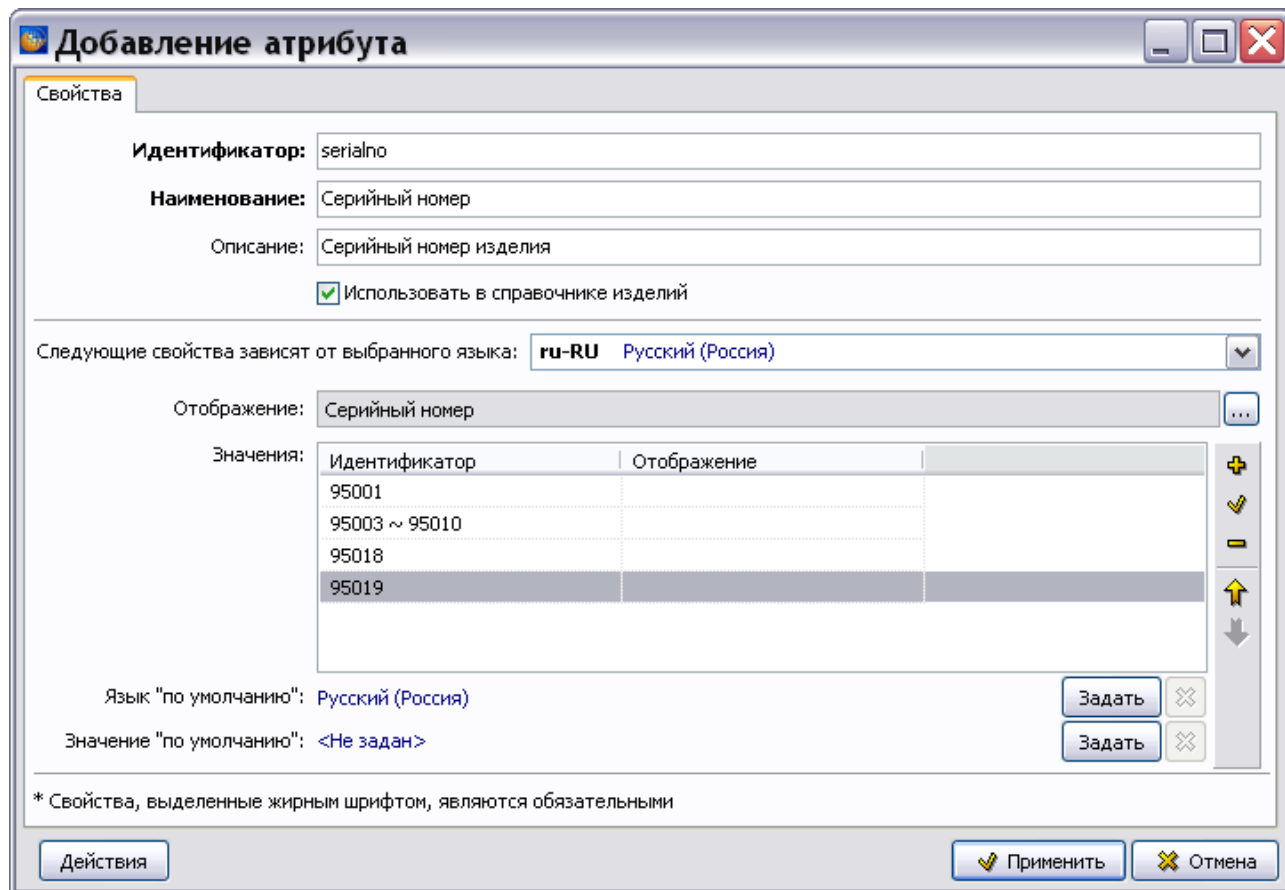

Рис. 22.8
8. Для ввода **одиночного значения** в поле **Идентификатор (начало)** введите значение атрибута, например «95001». При необходимости можно задать отображение значения атрибута на разных языках. При нажатии на кнопку  произойдет возврат в диалоговое окно **Добавление атрибута**. Введенное значение отобразится в области **Значения** (Рис. 22.8).
9. Для ввода **диапазона значений** нажмите на кнопку **Добавить значение (INS)**  на панели инструментов справа от области **Значения**. В диалоговом окне **Добавление значения** в поле **Идентификатор (начало)** введите первое значение задаваемого диапазона, например «95003». В поле **Идентификатор (конец)** введите последнее значение задаваемого диапазона, например «95010». В диапазоны можно вводить буквы и знаки пунктуации. При нажатии на кнопку  произойдет возврат в диалоговое окно **Добавление атрибута**. Введенный диапазон значений отобразится в области **Значения** (Рис. 22.8).
Пример введенных параметров атрибута и значений атрибута показан на Рис. 22.8.